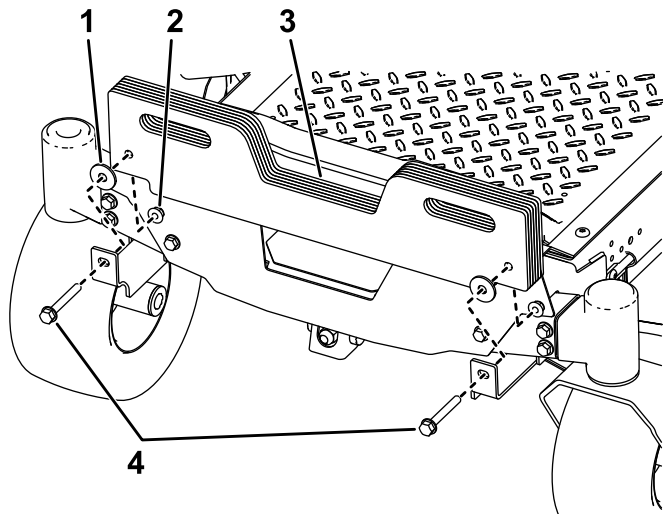

Figuur 4
1. Bevestig de gewichtmontagebeugels aan de onderzijde van het frame met behulp van 2 bouten ($\frac{3}{8}$ " x 1") en 2 borgmoeren ($\frac{3}{8}$ "), zoals getoond in Figuur 4.